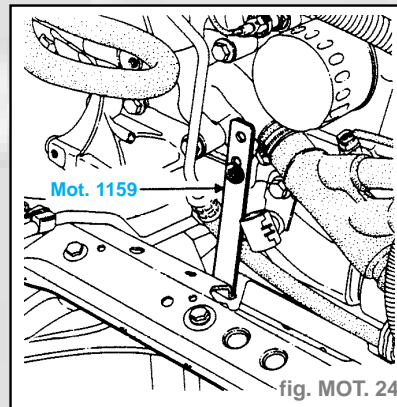

fig. MOT. 24
- Monter la patte de l'outil **Mot. 1159** sous la pompe à peau (fig. MOT. 24).